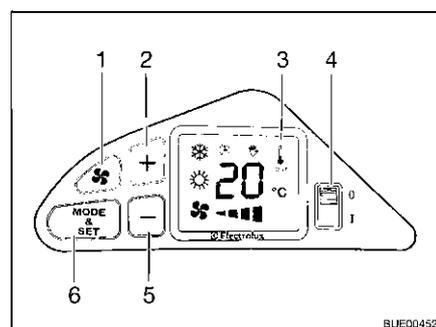

Fig. 124 Elementi di comando
- Posizionare l'interruttore di alimentazione (Fig. 124,4) su "I". Viene indicata la temperatura impostata.
- Impostare la temperatura desiderata con i tasti "+" (Fig. 124,2) e "-" (Fig. 124,5).
- Posizionare l'interruttore di alimentazione (Fig. 124,4) su "0".
- Posizionare l'interruttore di alimentazione (Fig. 124,4) su "I".
- Impostare la velocità dell'aria desiderata con i tasti "☼" (Fig. 124,1), "+" (Fig. 124,2) e "-" (Fig. 124,5).
- Premere il tasto "MODE & SET" (Fig. 124,6) finché non appare il simbolo del raffreddamento sul display (Fig. 124,3).
- Premere il tasto "MODE & SET" (Fig. 124,6) finché non appare il simbolo del riscaldamento sul display (Fig. 124,3).